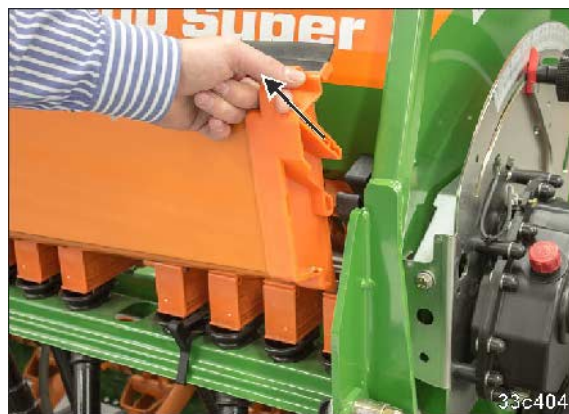

Fig. 116
1. Træk kalibreringsfordybningerne (Fig. 116) ud foroven af holderen inden indstillingsarbejdet, og sæt dem derefter i igen.